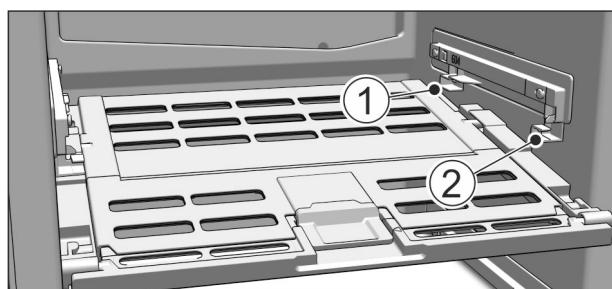

Fig. 62
- 装入水果和蔬菜长久保鲜盖子：将桥形接片由下方导入后部固定支架 Fig. 62 (1) 内并卡在固定支架 Fig. 62 (2) 的前部。